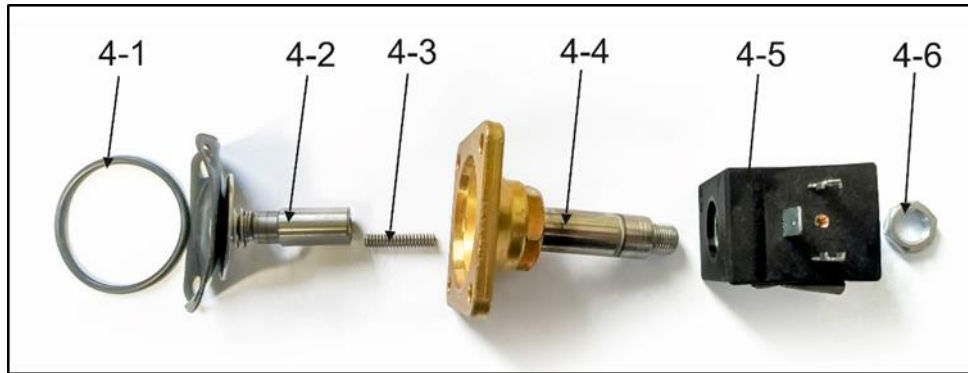

Fig. 32: Ensemble électrovanne
- Dévissez la vis du raccord de soupape (1).
- Déconnectez le raccord de soupape (2).
- Dévissez les 4 vis (3).
- Retirez l'électrovanne (4).
- Installez l'électrovanne (Fig. 32).
- Installez la nouvelle électrovanne à l'aide des 4 vis (3) et utilisez un frein filet sur les filetages des vis (comme le Loctite 243).
- Rebranchez le raccord d'électrovanne et fixez-le avec une vis (1).